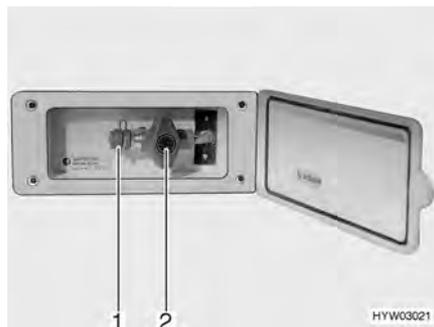

Fig. 101 Presa gas esterna, rubinetto di arresto del gas chiuso
La presa gas esterna (Fig. 101) si trova, a seconda del modello, nella parte posteriore o sul lato destro o sinistro del veicolo.
- Collegare l'apparecchio a gas esterno all'attacco (Fig. 101,1).
- Aprire il rubinetto di arresto del gas (Fig. 101,2).